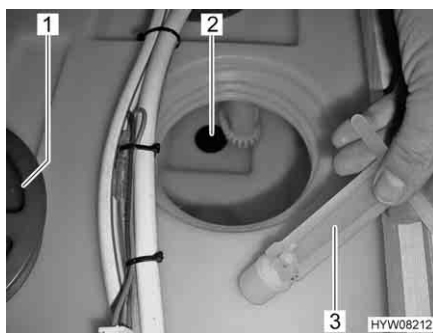

Fig. 141 Serbatoio dell'acqua (tappo di chiusura)
- Svitare il coperchio (Fig. 141,1) del serbatoio dell'acqua.
- Estrarre il tappo di chiusura (Fig. 141,3) dall'apertura di scarico (Fig. 141,2). L'acqua fuoriesce.